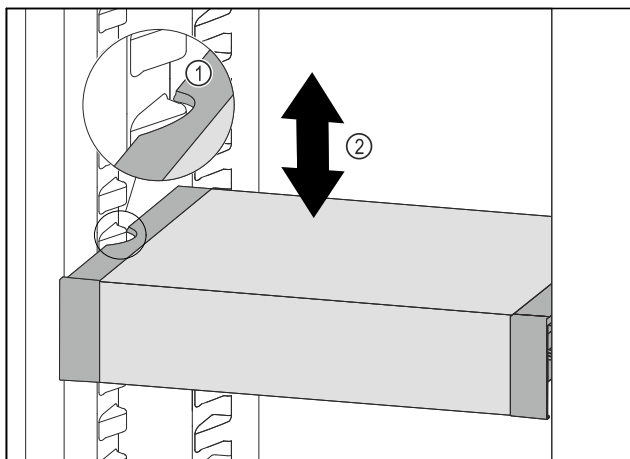

Fig. 104
- Træk VarioSafe fremefter, indtil udsparingerne i siden på VarioSafe er på niveau med beholderribben i kølesektionen. Fig. 104 (1)
- Flyt VarioSafe op eller ned i kølesektionen, indtil den ønskede højde er nået. Fig. 104 (2)